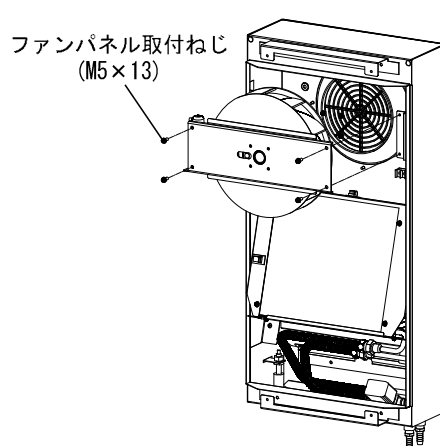

図12
③ファンパネル取付ねじ（M5×13）を取外し、コンデンサ、ファンが取付けられているパネルごと取り変えます。（図12）
④交換用のファンに接続端子を接続し、逆の手順にて本体に取付けてください。